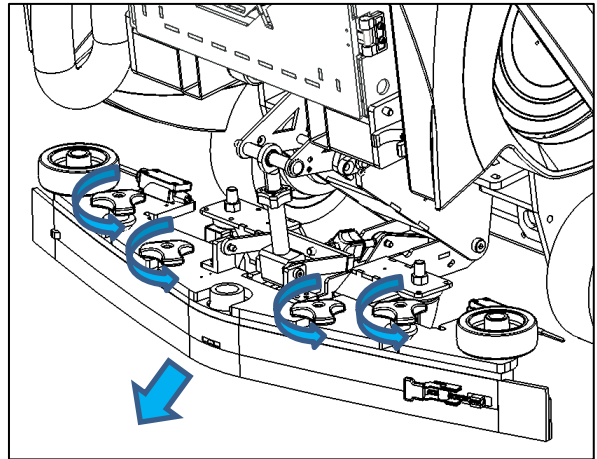

Fig. 2
2. Draai de knoppen los en trek de zuigmond naar buiten (Fig 2).